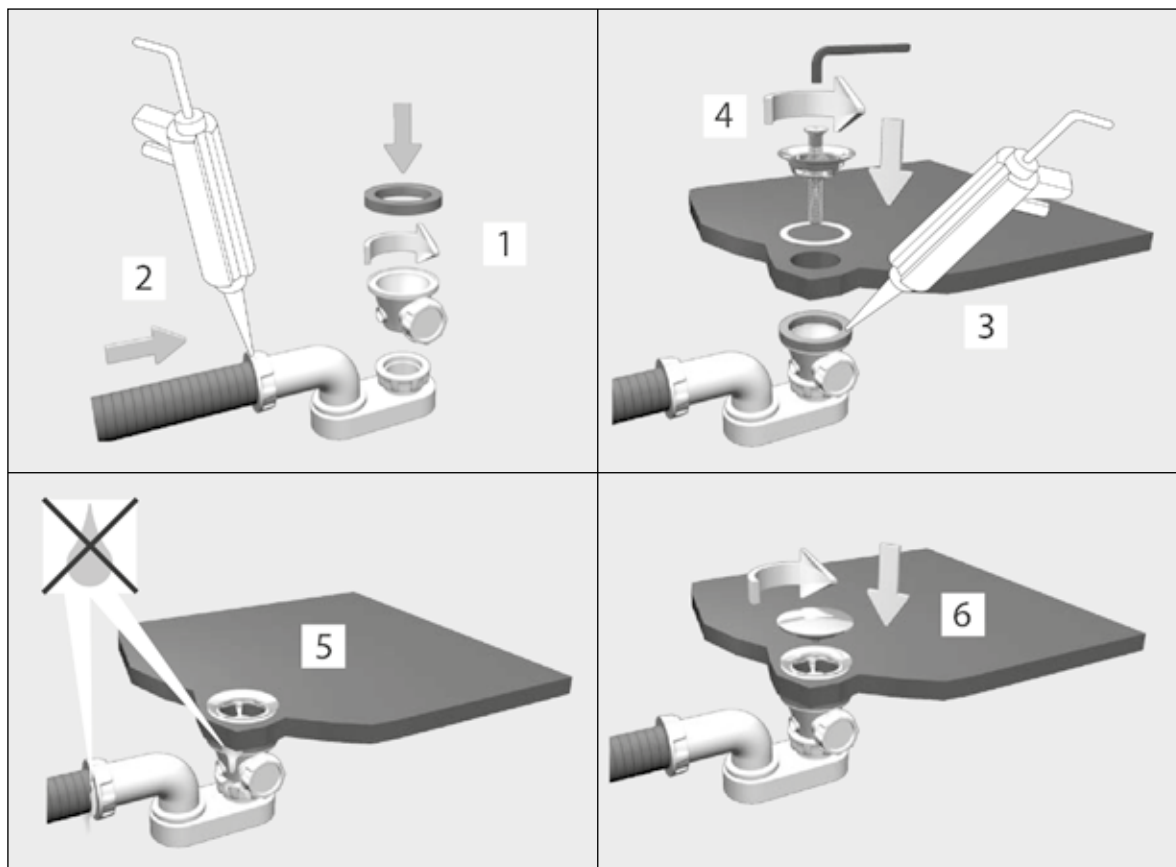

Fig.3
- Instalar el kit de descarga en la bañera según se indica en las imágenes (véase la Fig. 3) y siguiendo las instrucciones del productor del kit de descarga.